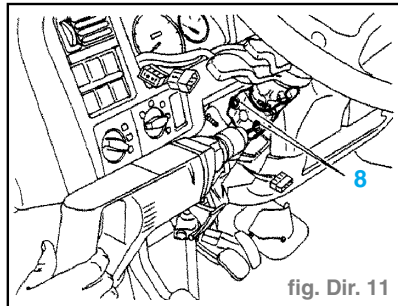

fig. Dir. 11
- les vis (5),
- la vis (7),
- la garniture inférieure (6).
- Percer et extraire les vis (8). (fig. Dir. 11)
- Presser les vis (8) à **3 daN.m.** (fig. Dir. 11)
- Serrer les vis (8) jusqu'à cisaillement des têtes de vis.